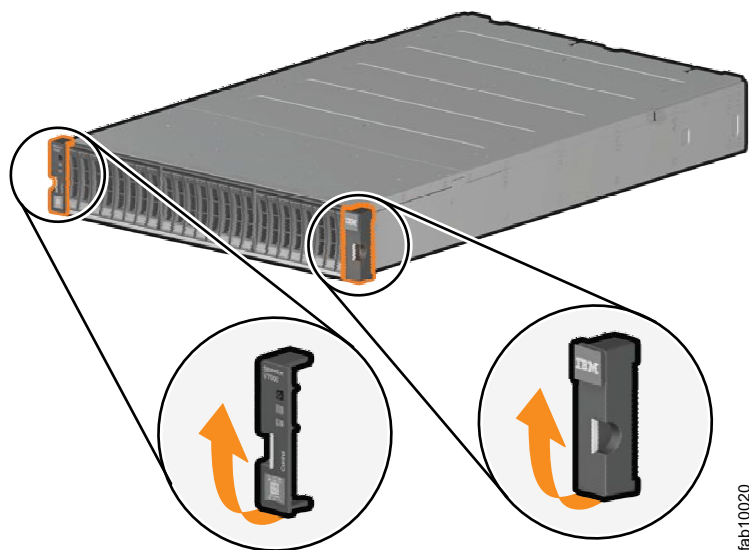

図 37. エンクロージャー・エンド・キャップの取り外し
1. ドライブ・アセンブリーの両端のエンクロージャー・エンド・キャップを取り外します。エンクロージャー・エンド・キャップは、ハンドルをつかんでエンド・キャップの下部を引き離し、次にエンクロージャー上部のタブから解放することで取り外します。( 39 ページの図 37 を参照)。